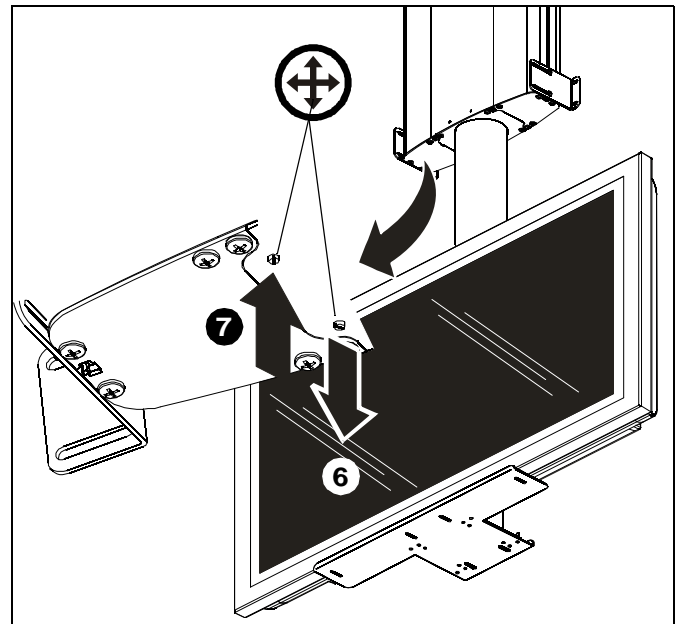
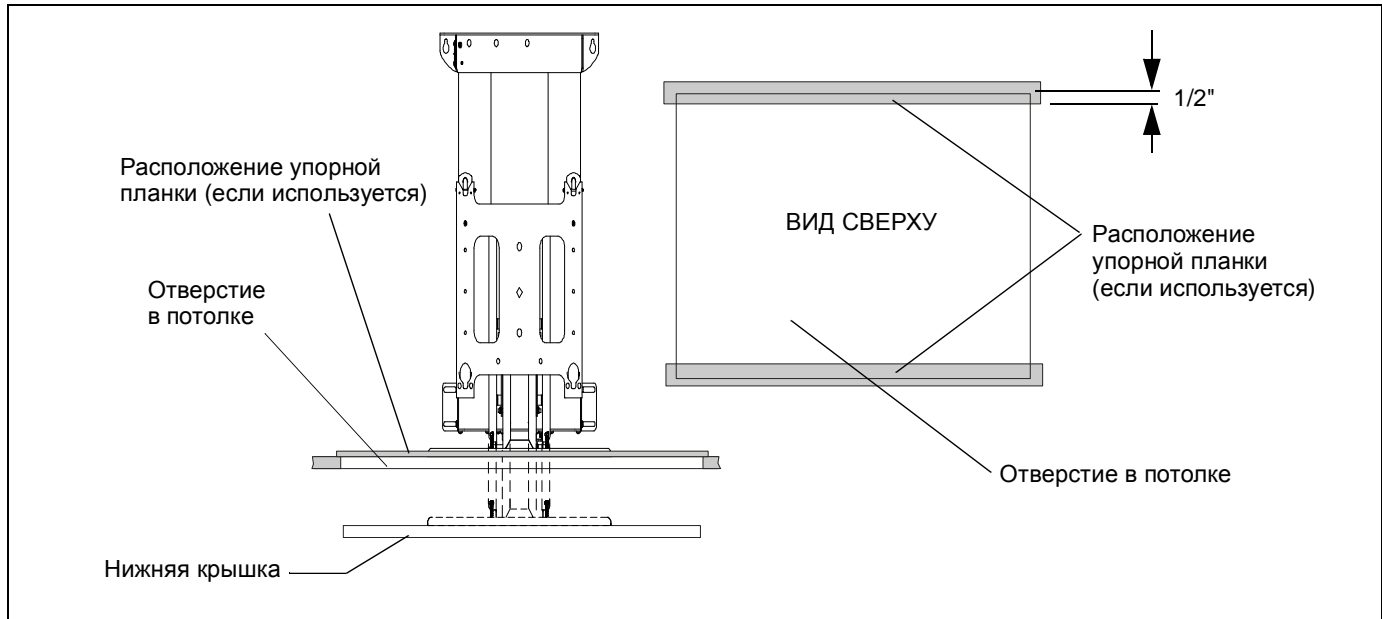

рис. 26
рис. 27
ПРИМЕЧАНИЕ. Конструкция кронштейна предполагает перемещение на 1/2" дюйма после соприкосновения нижней крышки с объектом при поднятии. Если необходимо использовать эту функцию, при размещении кронштейна необходимо предусмотреть это перемещение на 1/2" дюйма и установить упорную планку вдоль верхнего края отверстия в потолке. Упорная планка должна располагаться по всей ширине переднего и заднего отверстий и выступать из отверстия на минимальное расстояние S дюйма. См. раздел «Регулировка положения нижней крышки» на стр. 14. (см. рис. 27)
В верхней части с правой стороны кронштейна предусмотрены винты регулировки перемещения монитора вверх и вниз. (см. рис. 27)
8. Отрегулируйте перемещение, чтобы нижняя крышка находилась на уровне потолка. (см. рис. 26) и (см. рис. 27)